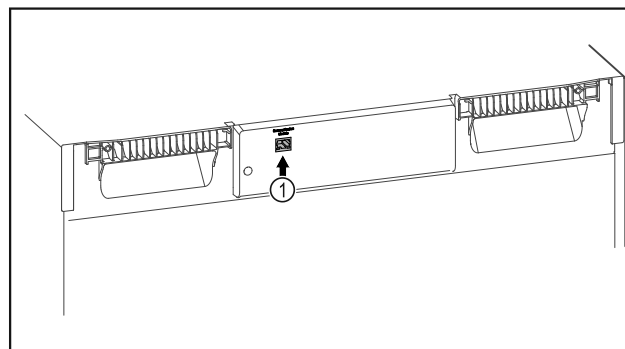

Fig. 120
- Założono SmartModule Fig. 120 (1).